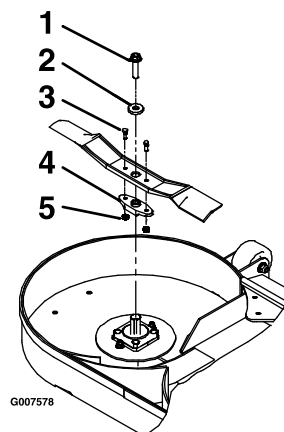

Figura 72
3. Retire la cuchilla, la arandela y el perno de la cuchilla que fija la cuchilla y el impulsor de la cuchilla (Figura 72).
4. Retire el impulsor de la cuchilla de la cuchilla existente (Figura 72).
1. Instale el impulsor de la cuchilla en las nuevas cuchillas con las contratueras y los pernos de la cizalla (Figura 72).
3. Instale la cuchilla, la arandela y el perno de la cuchilla en el eje (Figura 72).